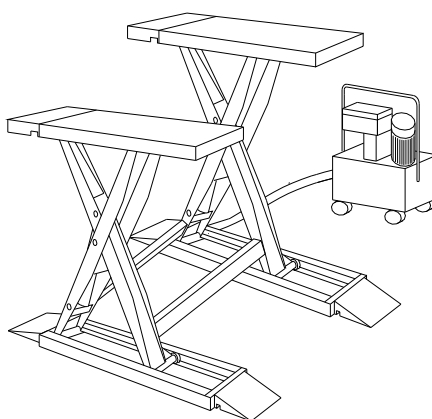

Fig. 1
3. DESCRIPTION OF THE LIFT (Fig. 1)